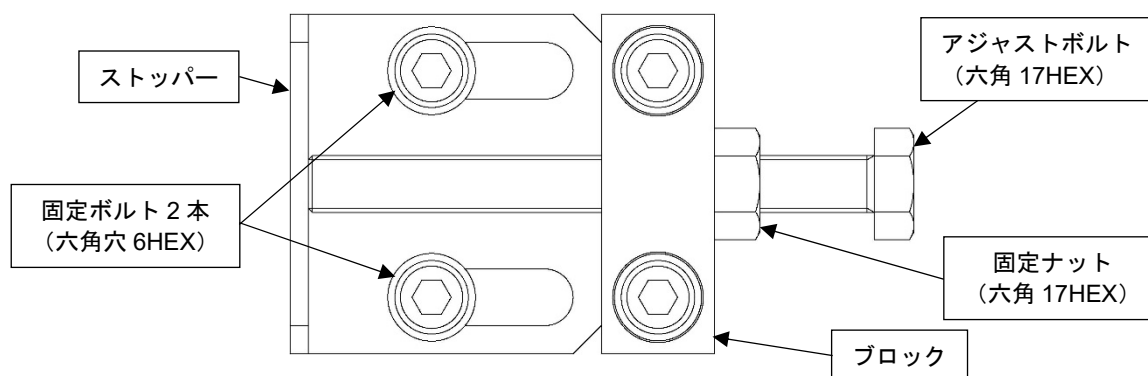

Fig.9
- 5) <ドラムストッパーの調整が未実施の場合>ドラムストッパーの固定ボルトおよびアジャストボルト（スパナ17使用）を緩め、ストッパーをブロックに当たるまで引っ込めてください。なお、固定ボルトおよびアジャストボルトは緩めたままにしてください。（Fig.9）